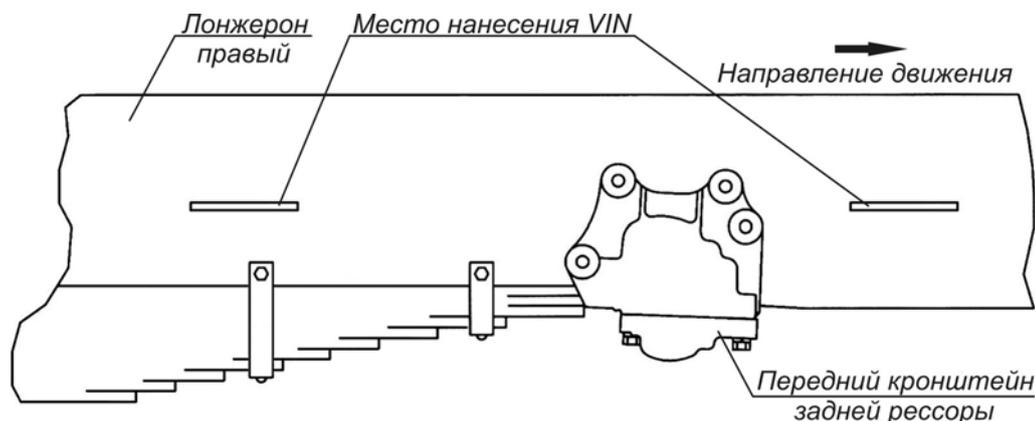

Рис. 1.1. Место нанесения VIN автомобилей и автомобильных шасси
1.1. Идентификационный номер ТС (VIN) на автомобилях и автомобильных шасси нанесён на правом лонжероне рамы перед передним кронштейном задней рессоры или перед задним кронштейном задней рессоры (рис. 1.1).